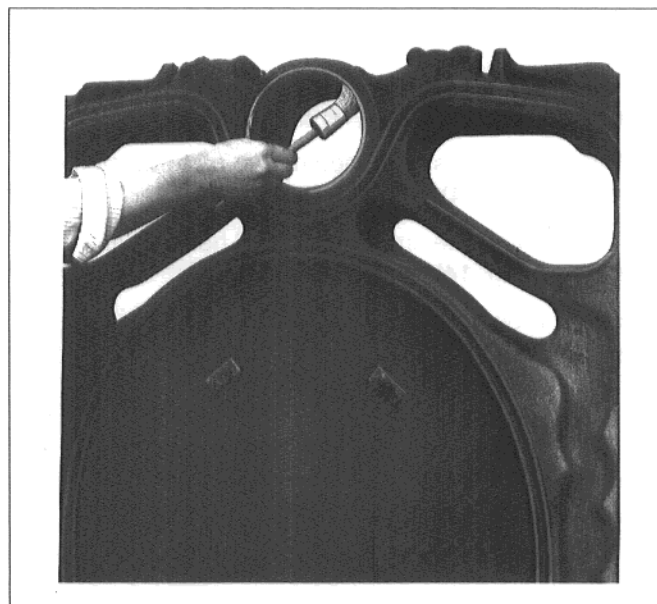

Fig. 11
- Tetteflatene på navene renses først med en bensindynket fille (fig. 11)
- Deretter smøres godt med mønje på navene med pensel (fig. 11).